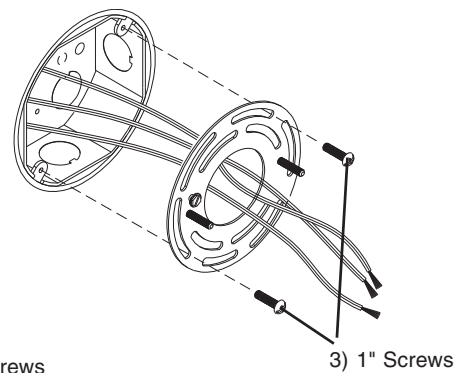

Figure 3
3. **With the power turned off at circuit breaker box**, position Mounting Plate (1) with threads facing outward near the junction box and feed supply wires through center hole. Position with installed Screws aligned vertically (after mounting) and secure to junction box using 1" (3) Screws provided. **See Fig. 3.**
3. **Con la electricidad apagada** en la caja de cortacircuitos, coloque la Placa de Montaje (1) cerca de la caja de lambrado y alimente los alambres de suministro por el agujero de centro, coloque con los Tornillos instalados alineados verticalmente (después de montaje) e roscas mirando hacia afuera. Asegure usando Tornillos 1" (3) proporcionados. **Vea Fig. 3.**
4. **Con la electricidad apagada, sostenga** el luminario firmemente y conecte el alambre verde de tierra del luminario al alambre de cobre descubierto de tierra de la caja de ensambladura usando un Capuchón de Alambres (4). *(Si el alambrado de la casa no incluye un alambre de tierra, consulte su código eléctrico local para los métodos aprobados de hacer tierra).* **Vea Fig. 3.**
5. **Use Capuchones de Alambres (4)** para conectar el alambre negro del luminario al alambre negro de suministro de electricidad y el alambre blanco del luminario al alambre blanco de suministro de electricidad.
7. **Coloque la Placa Trasera (5)** sobre los tornillos de montaje sobresal de la plata (1) y asegure el luminario con Finials (6).
8. **Para Instalar la Pantallas de Cristal (8)**, desenrosque el Anillo de Cierre (9) del Enchufe (7). Coloque la Pantalla de Cristal (8) sobre el Enchufe (7) e instale de nuevo el Anillo de Cierre (9). **Vea Fig. 3.**